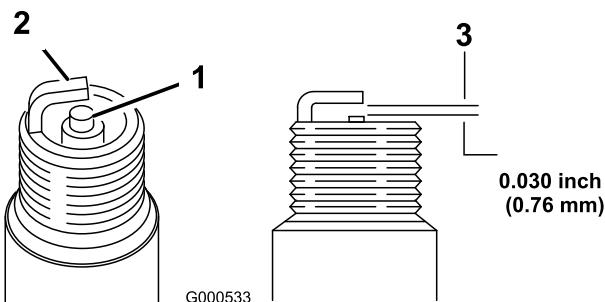

Figura 54
- Mire la parte central de las bujías (Figura 54). Si se observa un revestimiento de color gris o marrón claro en el aislante, el motor está funcionando correctamente. Si el aislante aparece de color negro, significa que el limpiador de aire está sucio.
- Compruebe la separación entre los electrodos central y lateral (Figura 54) y doble el electrodo lateral si la separación no es correcta.